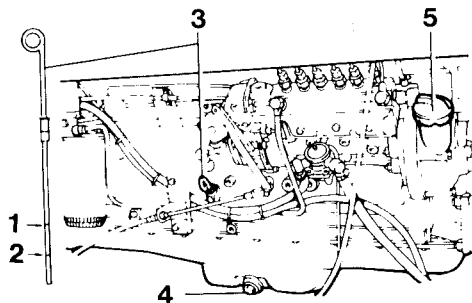

Fig 24 Motor
- 2 Kontrollera oljenivån med oljemätsticken. Nivån ska ligga vid övre nivåstrecket (1), fig 24. Fyll på mer olja vid behov.